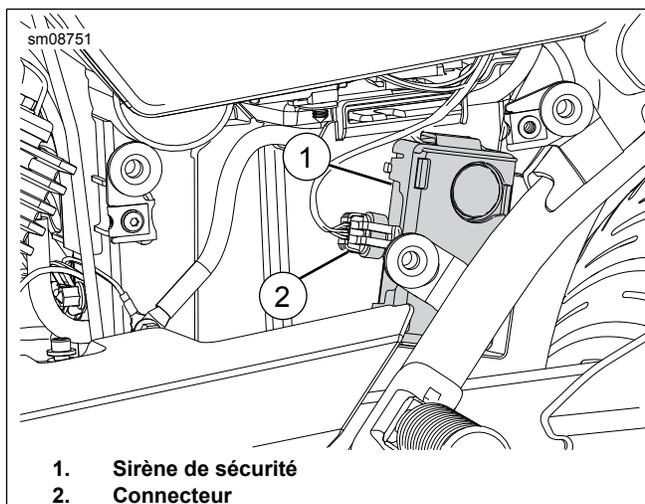

Figure 2. Street
4. Figure 2 Installer la sirène de sécurité (1).
5. Connecter le connecteur (2).